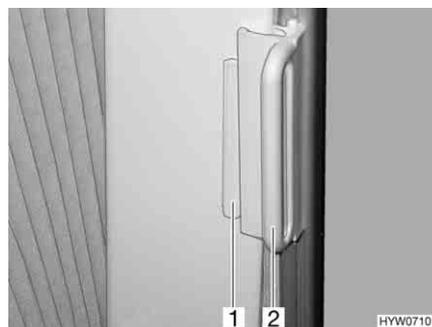

Fig. 109 Estor plegable, ventana de la cabina del conductor
Cerrar: ■ Coger los estores plegables por el tirador (Fig. 109,2) y cerrarlos cuidadosamente hasta que el cierre magnético lo mantenga en esta posición.
- Desplazar el tirador (Fig. 109,2) hasta la pieza sobrepuesta (Fig. 109,1). El estor plegable queda asegurado.